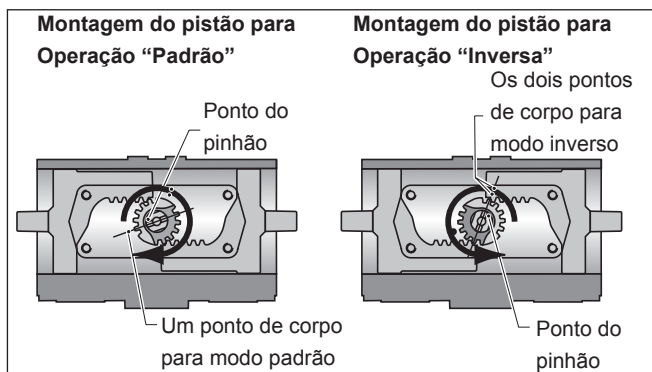

Fig. 6 Alinhamento do pinhão
A rotação padrão está no sentido dos ponteiros do relógio com os Pistões a moverem-se em direcção um ao outro (Quando vistas por cima da ranhura no topo do Pinhão, ver Fig. 6).
#### 10.3.1 Rotação no sentido dos ponteiros do relógio (Pistões movem-se para dentro, ver Fig. 6).
#### 10.3.2 Rotação no Sentido Contrário ao dos Ponteiros do Relógio (Pistões a moverem-se para dentro, Fig. 6).
- 3 Introduza a Barra Retractora HYTORK através da Tampa (Fig.6) e aperte-a
- Para XL 26 a XL681 nos Pistões (20)
- 7 Quando as tampas estiverem no lugar e as SAFEKEYS estiverem encaixadas corretamente, remova as barras retratoras HYTORK e recoloca os parafusos retentores (28) e as juntas (29).